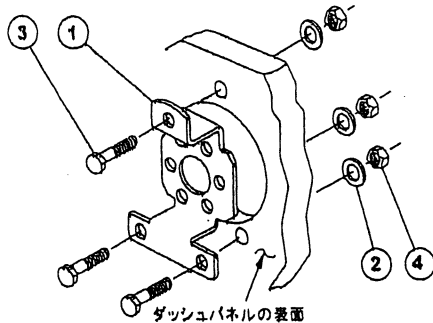

図3
- (1) 図3のようにダッシュパネルに①のヘルムマウンティングブラケットを据付けて下さい。
- (2) ③の六角ボルトをブラケットの取付け穴とダッシュパネルの取付け穴に入れて下さい。
- (3) ②の平ワッシャーを各々の六角ボルトに差込み、④のロックナットで締付けて下さい。